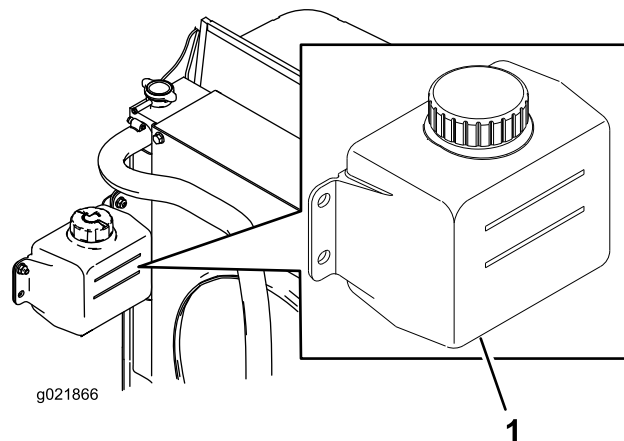

Figura 12
1. Verifique o nível de líquido de arrefecimento do depósito secundário (Figura 12).